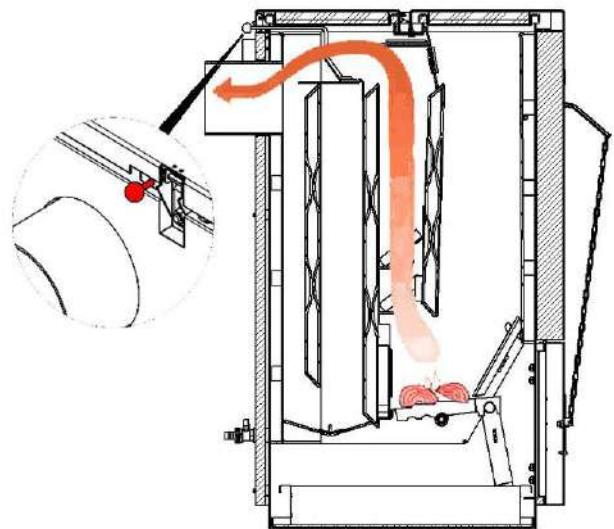

Рис. 16 Положение растворочной заслонки при розжиге
- При розжиге котлов типа 12-45 кВт задвиньте заслонку на задней стенке котла в тело котла до упора (см. Рис.16).
- Для увеличения тяги в котле открыть растопочную заслонку (рис. 16).